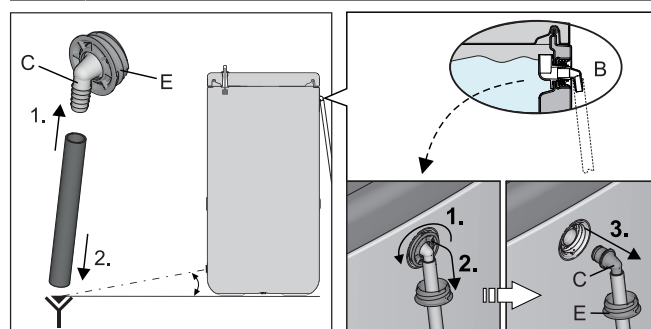
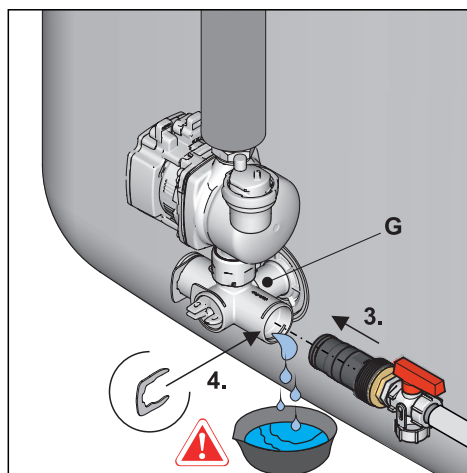

Fig. 8-1 Monter le flexible de sécurité ; en option : démonter du trop-plein de sécurité
Fig. 8-6 Monter le raccord de remplissage KFE dans la cornière de raccordement
- 2 Raccorder le flexible d'évacuation au **raccord de remplissage et de vidange de chaudière (accessoire KFE BA)** (Fig. 8-1, pos A) et le poser au niveau d'un point d'évacuation au moins à ras du sol.
Si aucun **raccordement de remplissage par robinet interne de remplissage et de vidange** n'est disponible, il est également possible de démonter et d'utiliser l'embout de raccordement (Fig. 8-1, pos. C) du trop-plein de sécurité (pos. B).
Tab. 8-1 Légende relative aux Fig. 8-1 à Fig. 8-6
- 1 Régler l'insert de soupape sur la cornière de raccordement de manière à ce que la voie vers le bouchon obturateur soit barrée (Fig. 8-6).
- 2 Poser une cuvette collectrice adéquate au-dessous et retirer le bouchon obturateur de la cornière de raccordement (Fig. 8-6).
- 3 Introduire le **raccord de remplissage et de vidange de chaudière** dans la cornière de raccordement et le fixer à l'aide d'un étrier de retenue (Fig. 8-6).